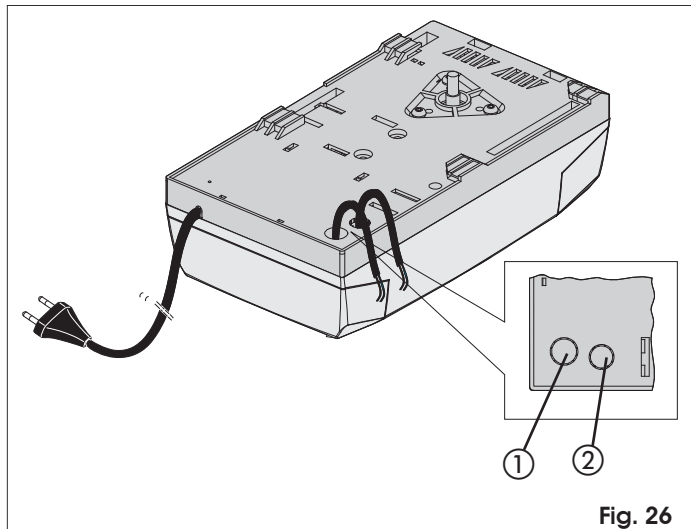

Fig. 26
- Per il collegamento dei comandi esterni, delle sicurezze e delle segnalazioni, sfondare la prefratturazione (Fig. 26 rif. ①).
- Per il collegamento della costa di sicurezza, (vedere par. 17.3), sfondare la prefratturazione (Fig. 26 rif. ②).